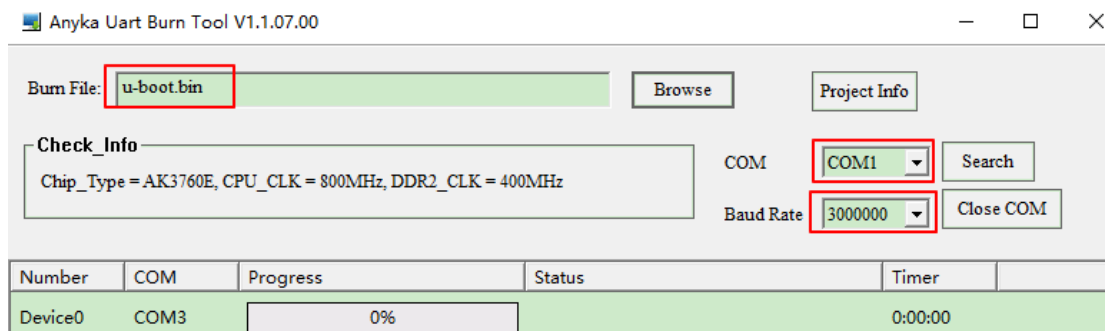

图 4-5 烧录文件选择
(2) 选择要烧录的文件、配置串口及波特率，如图 4-5 所示。